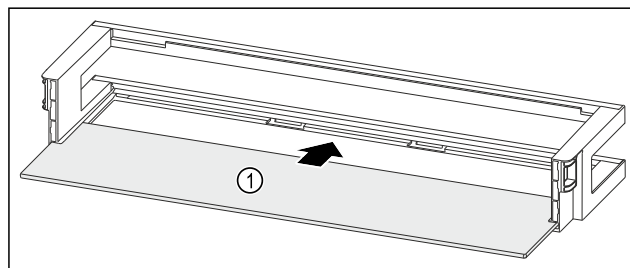

Fig. 148 Rafti i derës me raft mbajtës
- Futni raftin mbajtës Fig. 148 (1) në fole të anësore.